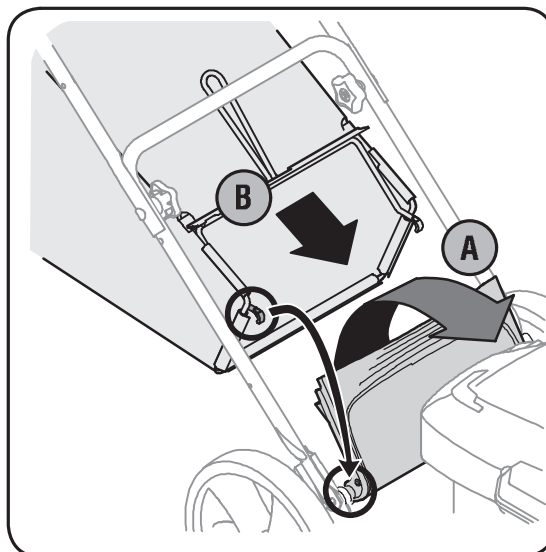

Figure 3-7
- Relevez le clapet d'éjection arrière de la tondeuse et placez le sac à herbe sur la tige de pivotement. Lâchez le clapet pour qu'il repose sur le sac à herbe. Voir la Figure 3-7.
- Relevez le clapet d'éjection arrière de la tondeuse, comme à la Figure 3-7. Relevez le sac à herbe et dégagéz-le de la tige de pivotement. Lâchez le clapet d'éjection arrière pour fermer l'ouverture sur l'arrière de la tondeuse.